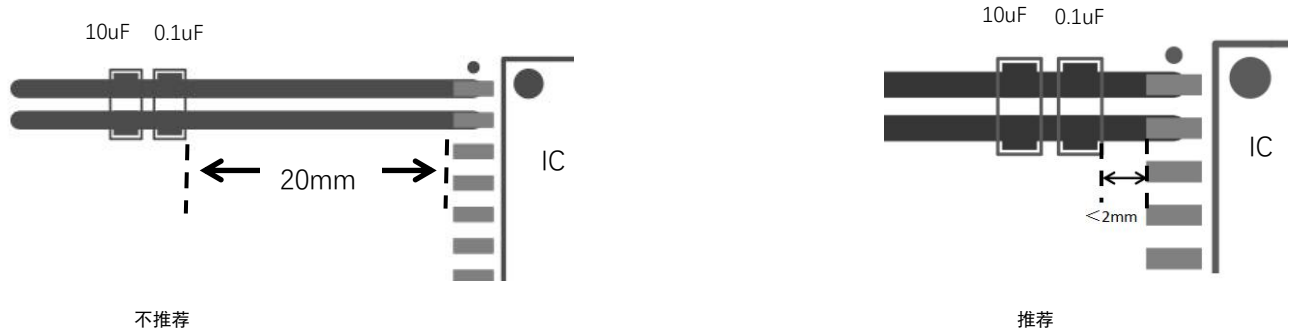

图 8-1
1、VCC 与 GND₁、V_{ISO} 与 GND₂ 的 0.1uF 去耦电容及 10uF 储能电容应尽可能摆放在靠近芯片引脚的位置，以减少环路面积和 PCB 走线的寄生电感。一般应控制在 2mm。去耦电容放在靠近芯片的位置，储能电容放在外侧。如下图 8-1 所示。